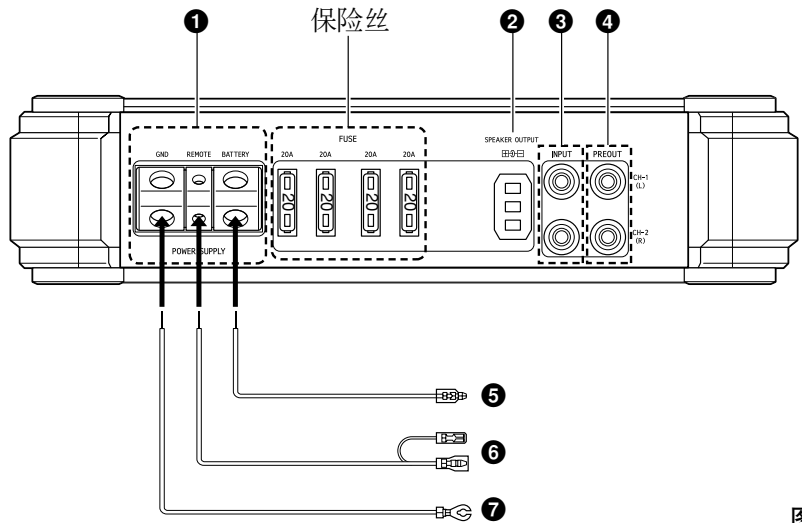
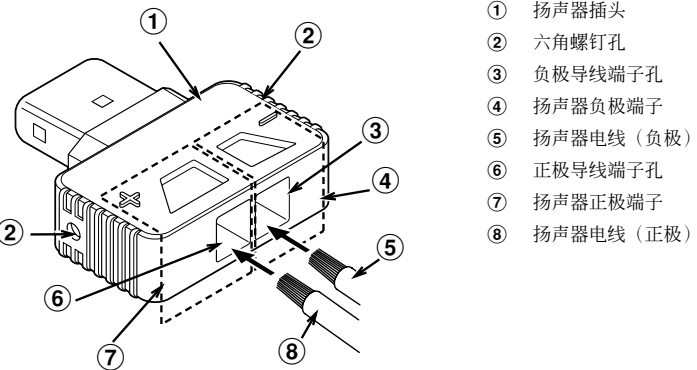

图 5
图 8
连接 (图 5 - 图 8)
- 将扬声器电线的裸露导线充分插入到电线端子孔。请参考图 8。